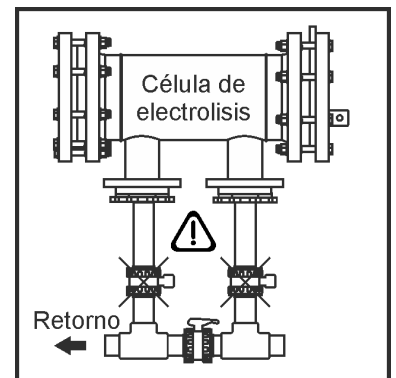

Fig. 5
2. El sistema detector de flujo (electrodo auxiliar, detector gas) se activa en caso de que no haya recirculación (flujo) de agua a través de la célula o bien que éste sea muy bajo, **siempre que las válvulas de entrada y salida a la célula estén abiertas**. Si están cerradas el detector no funcionara (Ver Fig.5). La no evacuación del gas de electrolisis genera una burbuja que aísla eléctricamente al electrodo auxiliar (detección electrónica). Por lo tanto, al introducir los electrodos en la célula, el detector de gas (electrodo auxiliar) deberá quedar situado en la parte superior de la misma. La disposición más segura es la del diagrama de instalación recomendada.